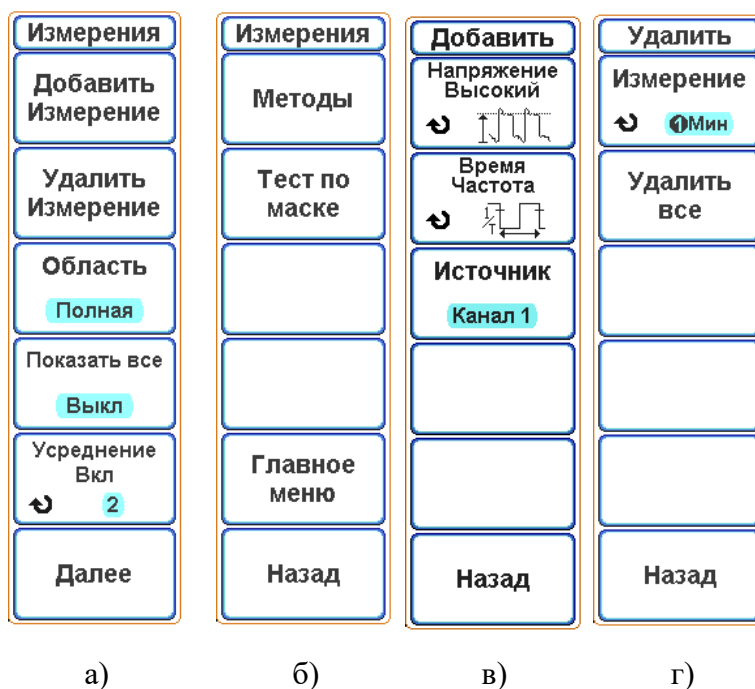

Рисунок 6.25 – Экранное меню а) «Измерения» (основное); б) «Измерения» (дополнительное); в) «Добавить», г) «Удалить»
– Перейти в главное меню, нажав кнопку «МЕНЮ» в блоке «УСТАНОВКА» (рисунок 6.1, поз. 3) и нажать экранную кнопку «Измерения», чтобы вызвать меню «Измерения» (рисунок 6.25, а);
– нажать экранную кнопку «Добавить измерение», чтобы перейти к подменю «Добавить» (рисунок 6.25, в);
– нажать экранную кнопку «Удалить измерение», чтобы перейти к подменю «Удалить» (рисунок 6.25, г);
- Перейти в главное меню, нажав кнопку «МЕНЮ» в блоке «УСТАНОВКА» (рисунок 6.1, поз. 3) и нажать экранную кнопку «Измерения», чтобы вызвать меню «Измерения» (рисунок 6.25, а);
В основном меню «Измерения» (рисунок 6.25, а) с помощью экранной кнопки «Область» можно задать ограничение на область автоматических измерений:
- нажать экранную кнопку «Далее», чтобы перейти к дополнительному меню «Измерения» (рисунок 6.25, б);